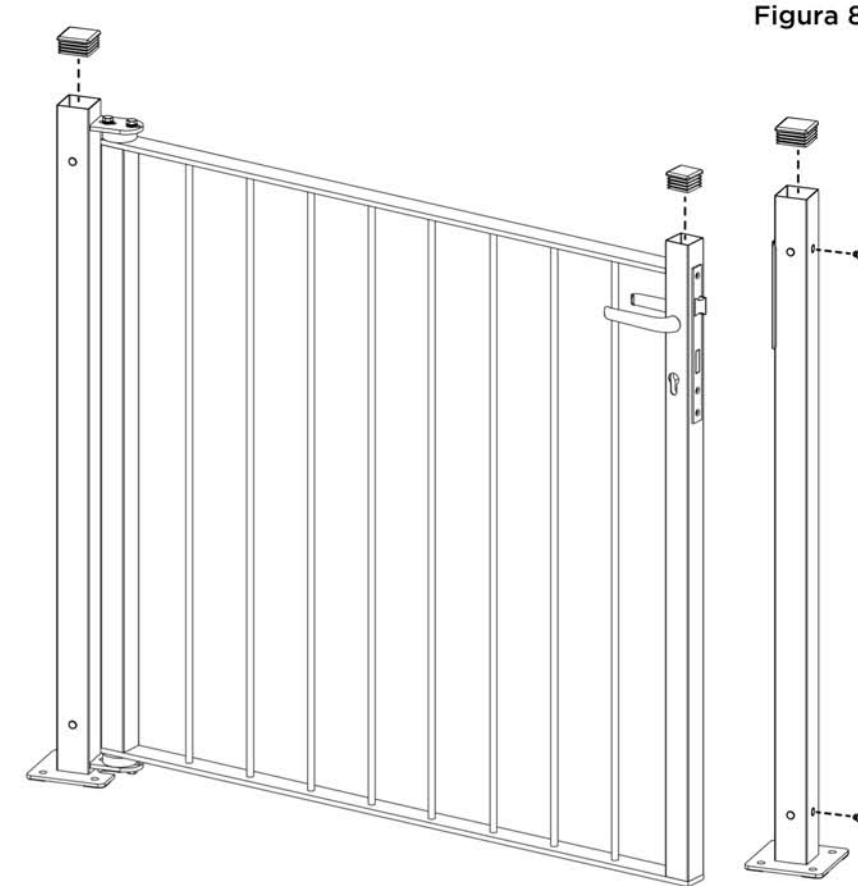

Figura 8
**Paso 7:** Colocar las conteras (SUM0104 Y SUM0103) en los extremos de los postes y de la hoja de la puerta (ver figura 8).